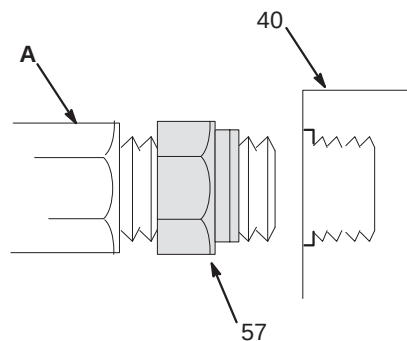

Рис. 1
**ПРИМЕЧАНИЕ.** В комплект двигателя входит уплотнение диаметром 1 дюйм npt (57) в пластиковом пакете. Навинтите уплотнение на резьбу фитинга (А) гидравлической линии возврата. Ввинтите фитинг в верхний корпус (40) и затяните с необходимым усилием. Затем затяните уплотнение (57) относительно двигателя, чтобы обеспечить надежное уплотнение. См. рис. 1.